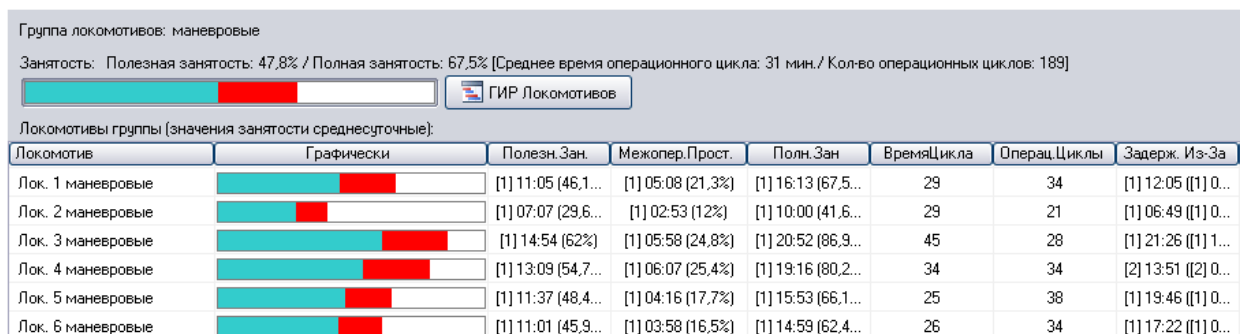

Рис.5.3.3. Комплексная информация о группе локомотивах
2. При выборе группы локомотивов в центральной части предоставляется комплексная информация обо всех локомотивах этой группы: полная занятость, полезная занятость, среднее время операционного цикла, количество операционных циклов и т.д. Рис. 5.3.3.